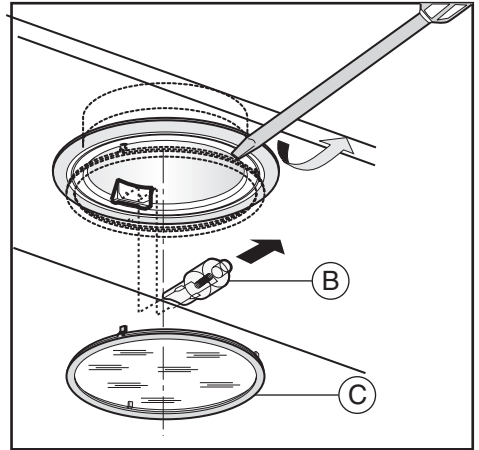

Fig.6
• Sostituzione delle lampade alogene (Fig.6)